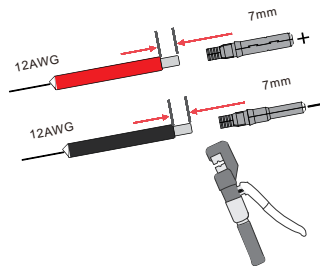

Figure 4.1-2 Sertissage de la borne sur le câble
Étape 2 : Sertissez les bornes métalliques avec une pince à sertir, comme illustré à la Figure 4.1-2.